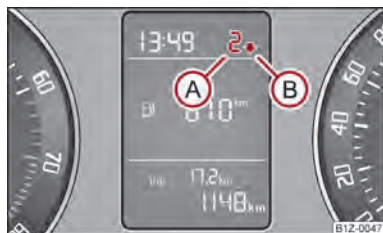

Fig. 4 Recommandation de manœuvre pour le changement de rapport
Une information concernant le rapport enclenché (A) ⇒ fig. 4 est affiché sur le visuel du combiné d'instruments.